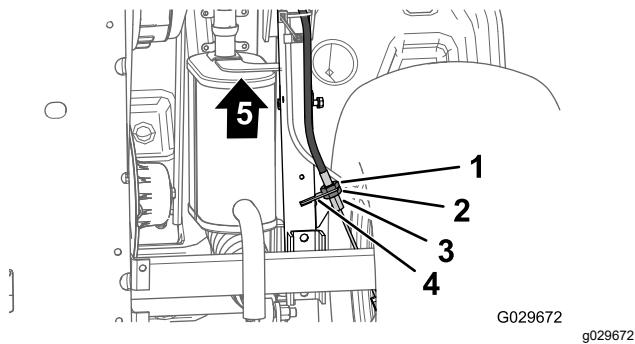

Bild 66
- Lockern Sie an der Unterseite der Maschine die hintere Klemmmutter für den Gewindesteller des Feststellbremszugs um vier Umdrehungen (Bild 66).
- Ziehen Sie die vordere Klemmmutter an (Bild 66).
- Lockern Sie die vordere Klemmmutter (Bild 66) für den Gewindesteller des Feststellbremszugs um eine Umdrehung.
- Ziehen Sie die hintere Klemmmutter an (Bild 66).
- Lockern Sie die hintere Klemmmutter (Bild 66) für den Gewindesteller des Feststellbremszugs um eine Umdrehung.